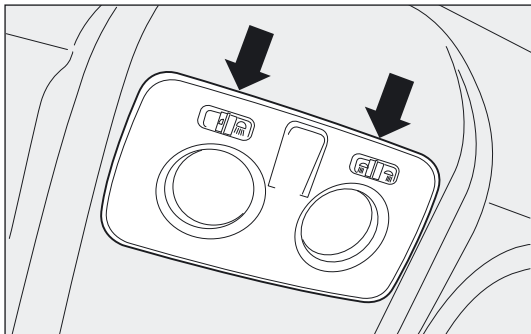
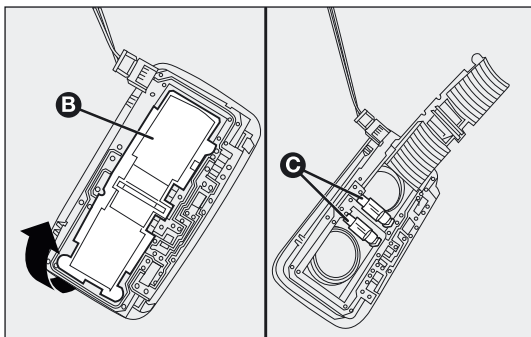

fig. 166
fig. 167
- ❑ maak het plafondlampje A-fig. 166 op de door de pijlen aangegeven punten los;
- ❑ open het beschermdeksel B-fig. 167;
- ❑ sluit het beschermdeksel B-fig. 167 en plaats het plafondlampje A-fig. 166 in de zitting; controleer of het goed geborgd is.